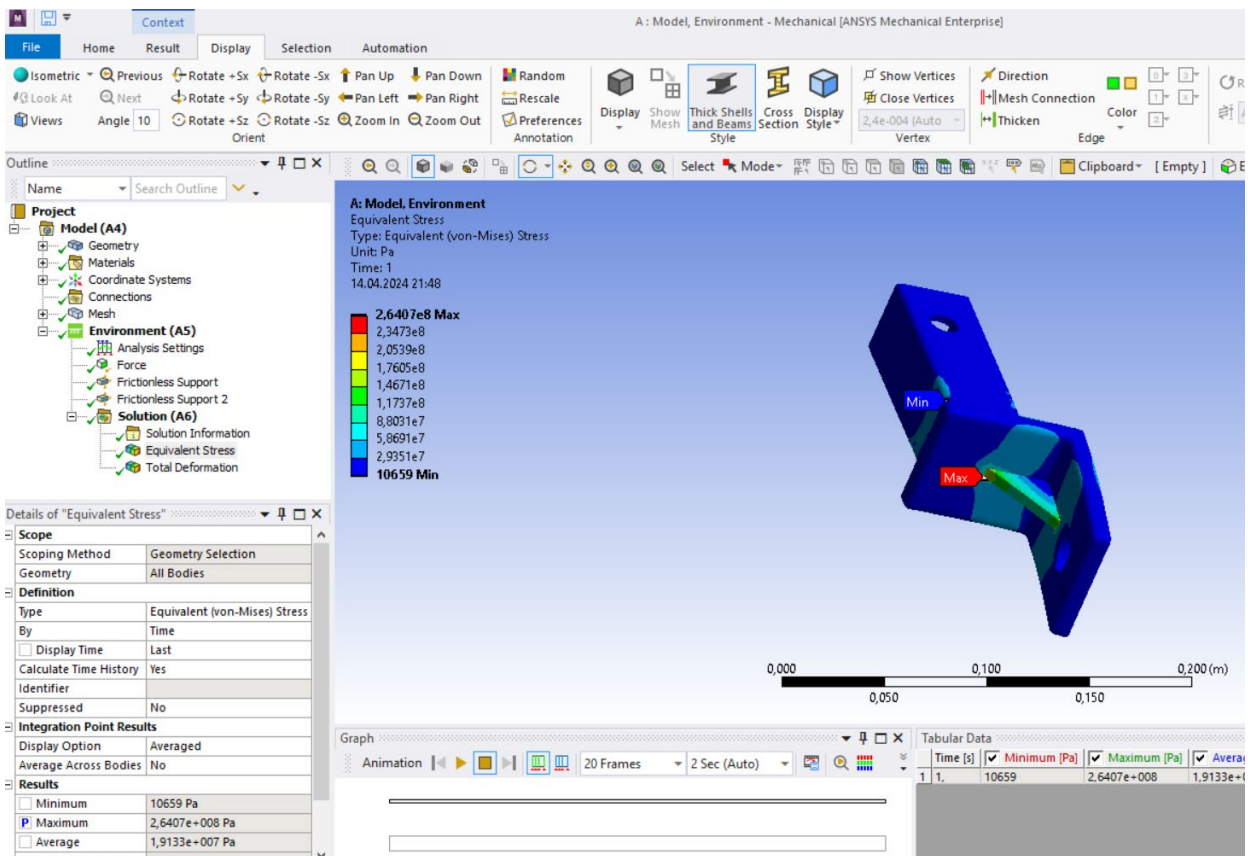

Рисунок 23 – Эквивалентные напряжения для текущей точки проекта
18. Запускается Mechanical. В древе проекта Outline → Environment (A5) → Solution выбираем Equivalent Stress и получаем решение для выбранной текущей точки проекта (рисунок 23).